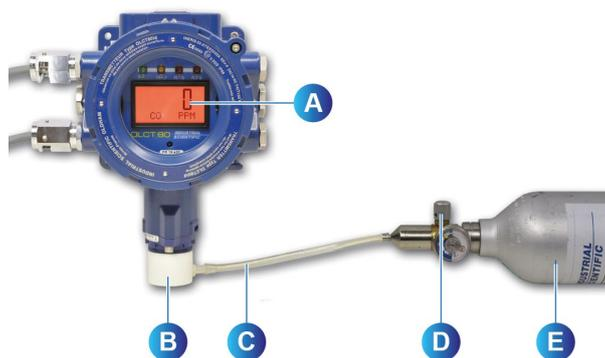

Imagen 59: prueba de puesta a cero.
2. Coloque el capuchón de calibración sobre el cabezal del detector (Imagen 59, B).
3. Conecte el capuchón de calibración a la botella de aire puro (Imagen 59, E) usando una pieza de tubo flexible (Imagen 59, C).
4. Abra la válvula en la botella de aire puro (tasa de flujo de 30-60 l/h o 60-120 l/h para versiones OLCT IR) (Imagen 59, D).
5. Después de que se haya estabilizado la lectura (después de aproximadamente 2 minutos) lea la pantalla del detector (Imagen 59, A).
1. Una vez que se haya realizado la prueba de puesta a cero, conecte el capuchón de calibración a la botella de gas de calibración (Imagen 59, E) usando una pieza de tubo flexible (Imagen 59, C).
2. Abra la válvula (Imagen 59, D) en la botella de gas de calibración (tasa de flujo de 30-60 l/h o 60-120 l/h para versiones IR de OLCT).
5. Cierre la válvula de la botella (Imagen 59, D) y retire el capuchón de calibración (Imagen 59, B). Espere hasta que las lecturas de medición vuelvan a cero y salga del menú de prueba presionando *ESC* en el control remoto IR20. Esto completa el procedimiento de prueba de puesta a cero y sensibilidad de gas. Ahora se puede utilizar el detector.